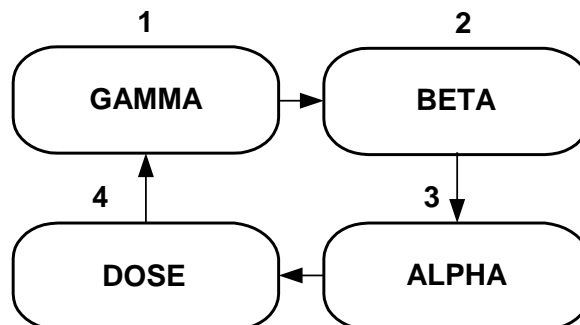
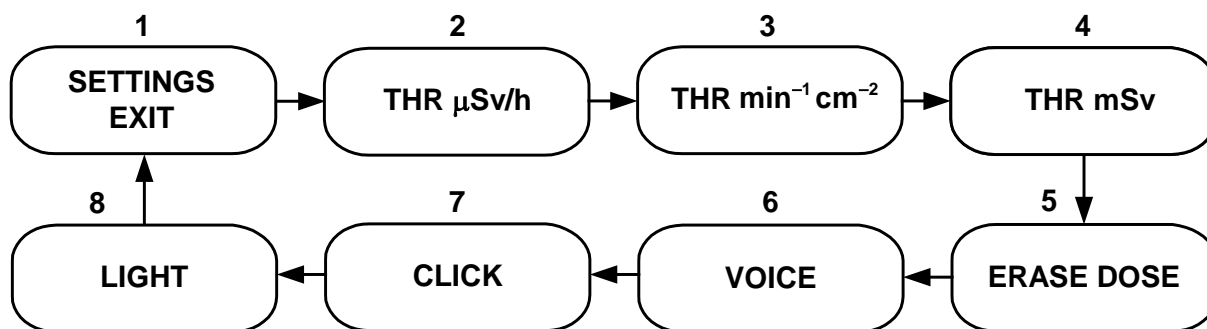

Рис. 2 Схема переключения режимов работы прибора
Рис. 3 - Схема переключения установок сигнализаций
б) переключение режимов работы осуществляется кратковременным нажатием (менее 1 с) кнопки «**MODE**» согласно схеме представленной на Рис. 2;
в) При длительном (более 2 с) нажатии кнопки «**MODE**» в любом из режимов «**GAMMA**», «**BETA**», «**ALPHA**» или «**DOSE**» прибор переходит в меню установок (на дисплее - «**SETTINGS EXIT**»). Установки сигнализаций циклически меняются по кругу кратковременными (менее 1 с) нажатиями кнопки «**MODE**» согласно схеме представленной на Рис.3. Выход из меню установок в основное меню режимов работы (Рис.2) – длительное удержании кнопки «**MODE**» при индикации на дисплее «**SETTINGS EXIT**».
Включить питание прибора (однократно нажать и отпустить кнопку «**POWER**»). При длительном (более 2 с) нажатии кнопки «**MODE**» в любом из режимов «**GAMMA**», «**DOSE**» «**BETA**» или «**ALPHA**», прибор переходит в меню установок (Рис.3), и на дисплее первоначально индицируется «**SETTINGS EXIT**». Кратковременными нажатиями кнопки «**MODE**» установить в верхней строке дисплея режим установки «**VOICE**» (Рис.3). Режим речевого озвучивания измерения мощности дозы «**PEREODICAL**», «**MANUAL**» или «**OFF**» (на нижней строке) выбирается путём длительного удержания кнопки «**MODE**»:
ВНИМАНИЕ. В режиме «**GAMMA**» (при включённом «ручном» озвучивании - «**MANUAL**») кратковременное нажатие кнопки «**MODE**» включает только речевое сообщение (и подсветку дисплея), но не изменяет режимов работы прибора согласно Рис.2. Прибор постоянно находится
в режиме измерения «GAMMA». Выход в меню установок (Рис.3) - длительное удержание кнопки «MODE».
Включить питание прибора (однократно нажать и отпустить кнопку «POWER»). При длительном нажатии (более 2 с) кнопки «MODE» прибор переходит в меню установок (Рис.3). При индикации в верхней строке дисплея «CLICK» режим работы звуковой сигнализации интенсивности излучения («ON» или «OFF» в нижней строке) выбирается путем длительного удержания (более 2 с) кнопки «MODE»:
Включить питание прибора (однократно нажать и отпустить кнопку «POWER»). При длительном нажатии (более 2 с) кнопки «MODE» прибор переходит в меню установок (Рис.3). При индикации в верхней строке дисплея «LIGHT» длительность подсветки дисплея (в нижней строке) регулируется путем длительного удержания (более 2 с) кнопки «MODE»:
Включить питание прибора (однократно нажать и отпустить кнопку «POWER»). При длительном нажатии (более 2 с) кнопки «MODE» прибор переходит в меню установок (Рис.3). При индикации на дисплее «THR $\mu\text{Sv/h}$ » путем длительного удержания (более 2 с) кнопки «MODE» прибор переключается в подменю установки порога сигнализации мощности дозы и на дисплее индицируется «9999.9 $\mu\text{Sv/h}$ ».
Включить питание прибора (однократно нажать и отпустить кнопку «POWER»). При длительном нажатии (более 2 с) кнопки «MODE» прибор переходит в меню установок (Рис.3). При индикации на дисплее «THR $\text{min}^{-1} \text{cm}^{-2}$ » путем длительного удержания (более 2 с) кнопки «MODE» прибор переключается в подменю установки порога сигнализации плотности потока бета-частиц и на дисплее индицируется «99999 $\text{min}^{-1} \text{cm}^{-2}$ ».
Включить питание прибора (однократно нажать и отпустить кнопку «**POWER**»). При длительном нажатии (более 2 с) кнопки «**MODE**» прибор переходит в меню установок (Рис.3). При индикации на дисплее «**THR mSv**» путем длительного удержания (более 2 с) кнопки «**MODE**» прибор переключается в подменю установки порога сигнализации интегральной дозы и на дисплее индицируется «**999.999 mSv**».
Сброс (обнуление) интегральной дозы осуществляется в подменю установок (Рис.3) длительным (более 2с) двойным нажатием кнопки «**MODE**» при индикации на дисплее «**ERASE DOSE**».
- перезапустить режим «**БЕТА**» прибора кнопкой «**MODE**» (см. Рис. 2) и при достижении статистической погрешности менее 20%, зафиксировать среднее фоновое показание дисплея N_{ϕ} , част./((мин·см²));